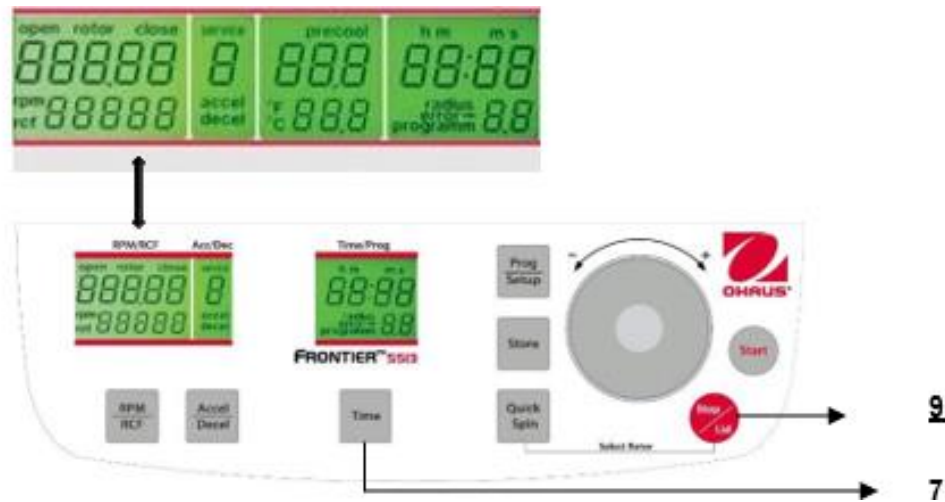

Figure. 27
La centrifugeuse étant hors tension, appuyer simultanément sur les touches "**Time**"(7) et "**Stop/Lid**" (9), et mettre la centrifugeuse sous tension avec le commutateur principal. Relâcher les deux touches ; il en résultera l'exécution d'un test de l'affichage pendant environ 5 secondes. Tous les indicateurs apparaîtront simultanément (voir la figure 27).